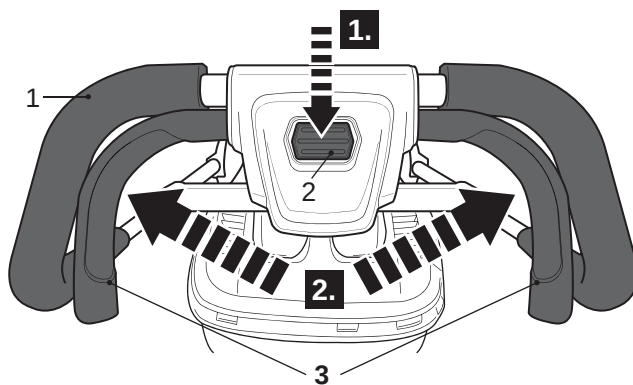

Fig.25
- > Appuyez sur le bouton de verrouillage [2] et maintenez-le en position (Fig.25, étape 1).